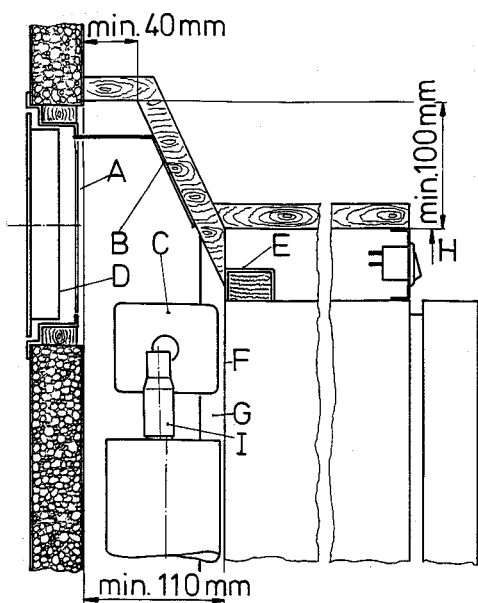
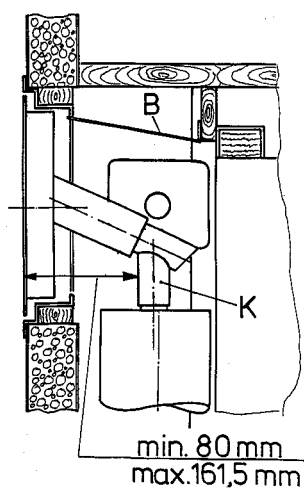

Fig. 6a
Fig. 6b
Die untere Öffnung wird direkt oberhalb des Nischenbodens und die obere so hoch wie möglich über dem Kondensor (C) des Kühlaggregates angebracht, wenn möglich wie im Fig. 6a gezeigt, jedoch nicht niedriger als in Fig. 6b.
Es wird empfohlen, die von **Electrolux** speziell entwickelten Gittern **A 1609** einzubauen (als D in Fig. 6a ersichtlich). Dabei sollte der Rahmen **R 1610** mit eingebaut werden (A in Fig. 6a). Dadurch können die Gitter leicht herausgenommen, und Inspektionen und kleine Reparaturen ausgeführt werden, ohne den Kühlschrank auszubauen.
Ein über dem Gasheizrohr (I), Fig. 6a /b, angebrachtes Ableitblech, wie im (B) angedeutet, begünstigt die Wärmeableitung.
Im Fig. 6a /b sind die Bezeichnungen: